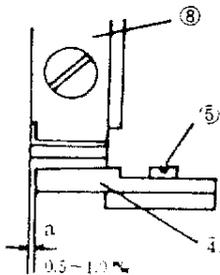

Fig. 38
L'ADAPTATEUR (8) QUI FAIT PARTIE DU JEU DE PIECES DE SERRAGE DU BOUTON (10) DOIT ETRE INSTALLE COMME INDIQUE FIG. 38. EGALEMENT, INSERER LE GOUJON (14) DANS LE TROU (7) DE LA MACHOIRE DU BRAS ET SERRER LA VIS (6).